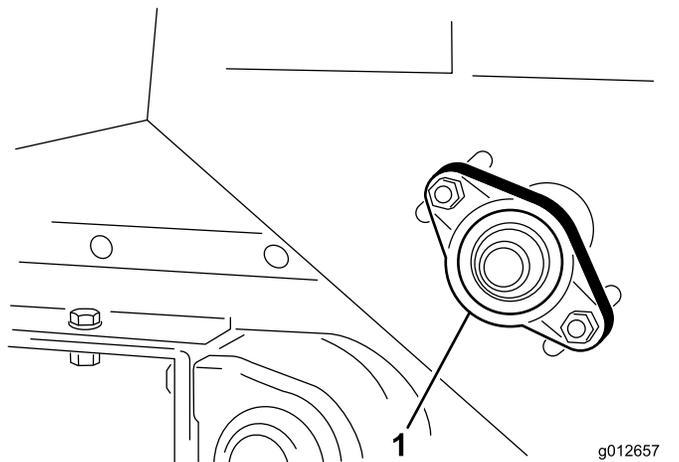

Figura 40
1. Desaperte as porcas que prendem a caixa de rolamentos (Figura 40) ao lado direito da máquina.